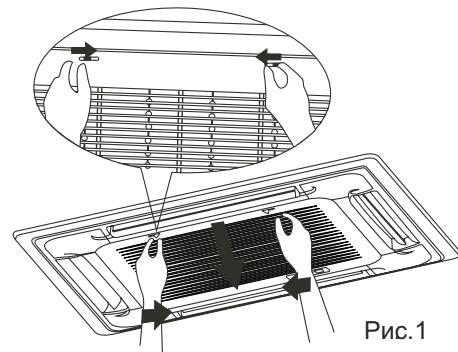

Рис.1
- 1** Откройте переднюю вентиляционную решетку. Для этого, возьмите пальцами маленькие рычаги, расположенные на корпусе решетки, и потяните их в бок, к центру. Потяните вниз вентиляционную решетку воздухозаборного отверстия вместе с фильтром (см. Рис. 1).